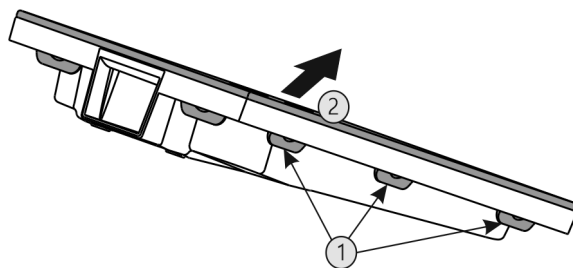

Fig. 39
- ▶ Wszystkie nakładki Fig. 39 (1) wcisnąć po kolei i zdjąć Fig. 39 (2) pokrywę.